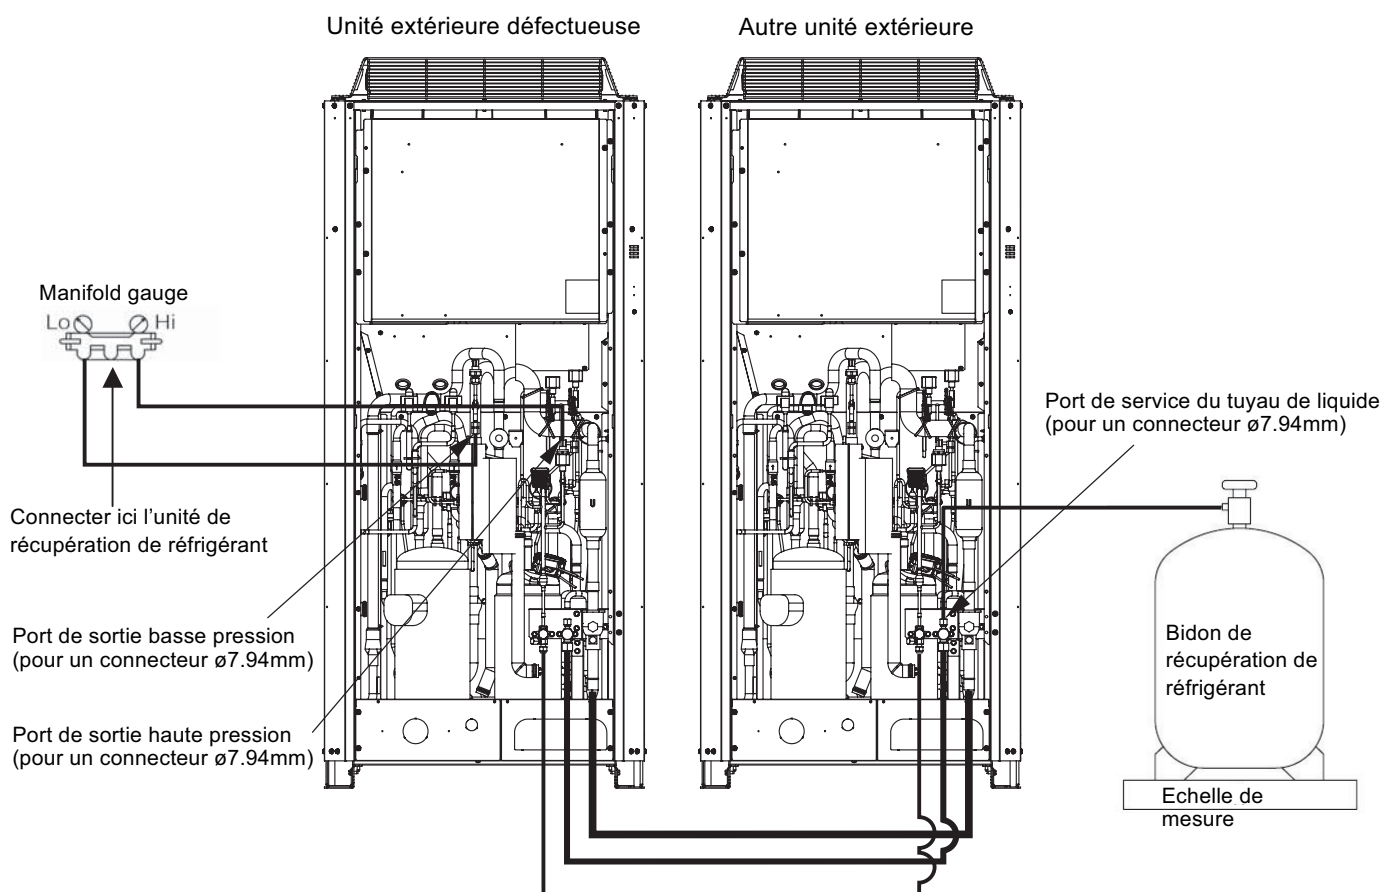

Fig. 14
(1) Se reporter à "3. Opération de sauvegarde" et effectuer l'opération de sauvegarde.
(2) Raccorder les vannes du manifold gauge sur le côté bas au port de sortie basse pression de l'unité extérieure à réparer. Raccorder également le bidon de récupération du réfrigérant à l'une quelconque des unités extérieures normales au port de service du tuyau de liquide (vanne push-to-release de type Schrader). Effectuer les travaux de connexion rapidement afin que de l'air ne puisse pas entrer. (Fig. 14)
(2) Raccorder les vannes côté Bas du manifold gauge au port de sortie basse pression de l'unité extérieure à réparer. Raccorder également le bidon de récupération du réfrigérant à l'une quelconque des unités extérieures normales au port de service du tuyau de liquide (vanne push-to-release de type Schrader). Effectuer les travaux de connexion rapidement afin que de l'air ne puisse pas entrer. (Fig. 14)